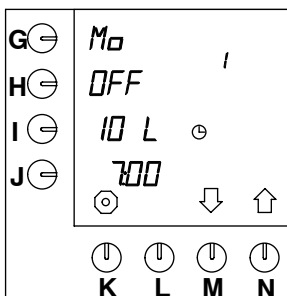

Fig. 12 Configuração padrão pré-programada
- Em seguida, a próxima configuração pré-programada **para seguinte dia**, irá aparecer no visor. Consulte a fig. 12 .